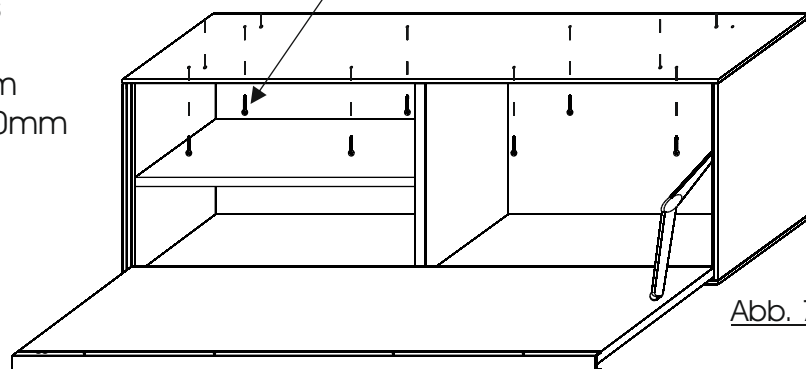

Abb. 7
- Verschrauben Sie von innen das Sitzpolster mit dem Oberboden. Verwenden Sie hierfür die $\text{Ø}5 \text{mm}$ Durchbohrungen und die $\text{Ø}4 \times 30 \text{mm}$ Schrauben. (Abb. 7)